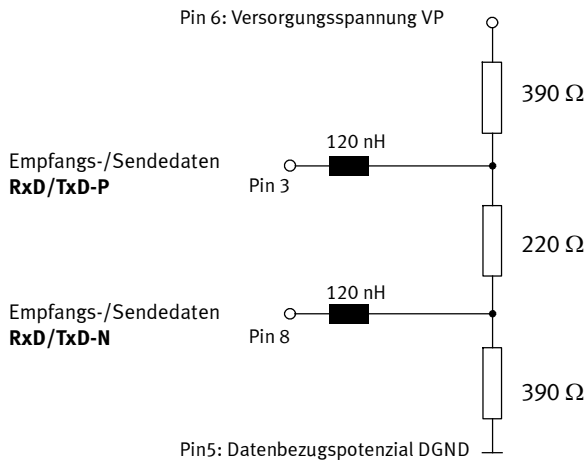

Bild 1/4: Schaltbild eines Busabschluss-Netzwerks gemäß EN 50170
- Benutzen Sie zum Abschluss an beiden Enden eines Feldbussegments ein Busabschluss-Netzwerk (siehe Bild 1/4).
Verwenden Sie für den Busabschluss den Feldbusstecker von Festo (siehe Bild 1/3). Im Gehäuse dieses Steckers ist ein zu- und abschaltbares Busabschluss-Netzwerk integriert.